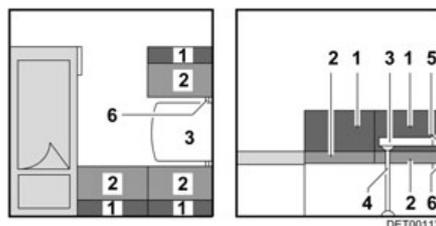

Fig. 91 Avant la transformation
- Faire pivoter la table (Fig. 91,3) de 45° vers le haut et prendre la baguette de support supérieure (Fig. 91,5).
- Retirer le pied de table (Fig. 91,4).
- Insérer la baguette (Fig. 91,6) ou tirer vers le centre. La baguette est positionnée correctement si elle maintient le plateau de table directement derrière le logement pour le pied de table.